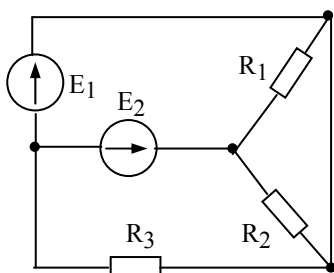

Рис.1.4.24
1.4.24. Определить токи в ветвях схемы (рисунок 1.4.24) при заданных параметрах элементов:  $E_1=70$  В,  $E_2=46$  В,  $R_1=8$  Ом,  $R_2=12$  Ом,  $R_3=14$  Ом. Составить баланс мощностей.